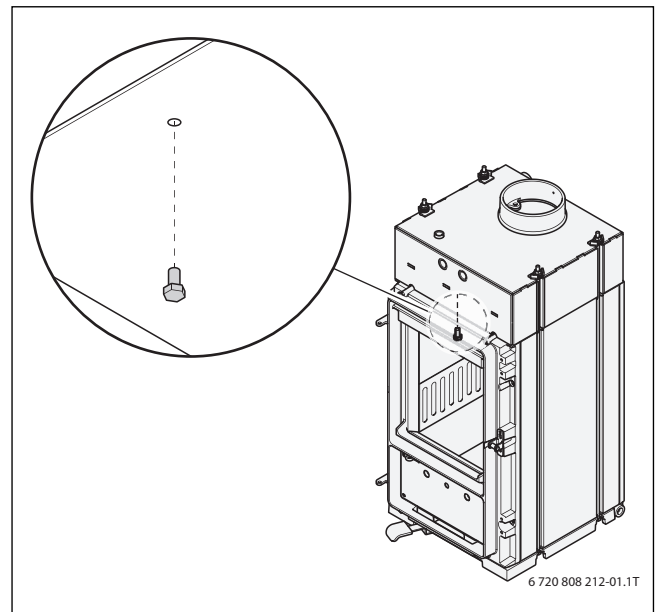

Bild 11 Schraube lösen
- ▶ Schraube der Abdeckung an der Unterseite des Wärmetauschers lösen. Dabei die Abdeckung festhalten (→ Bild 11).